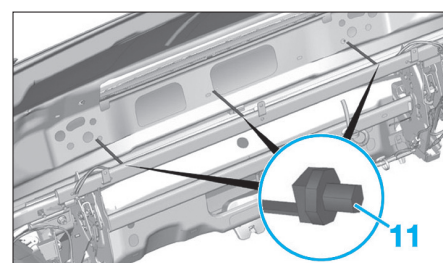

Fig. 120
- Dégrafer les liens de fixation des tuyaux hydrauliques (11) du coffre (Fig.120).